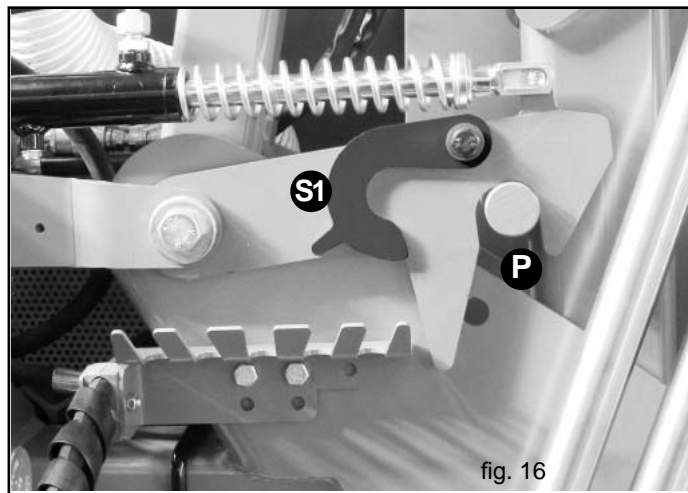

fig. 16
N.B.: Assicurarsi che gli agganci siano completamente inseriti nei relativi perni di sicurezza dei telai (P, Fig. 16).
- 9) Scendere dal trattore, ruotare gli agganci di blocco fino al completo disimpegno con i perni (S1, Fig. 16).